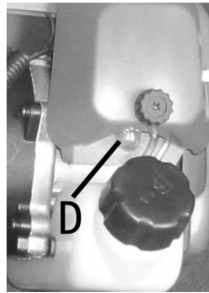

Fig.10
2. Pomper le carburant en appuyant 10 fois sur le bouton de pompage d'amorçage (D). (Fig.10)